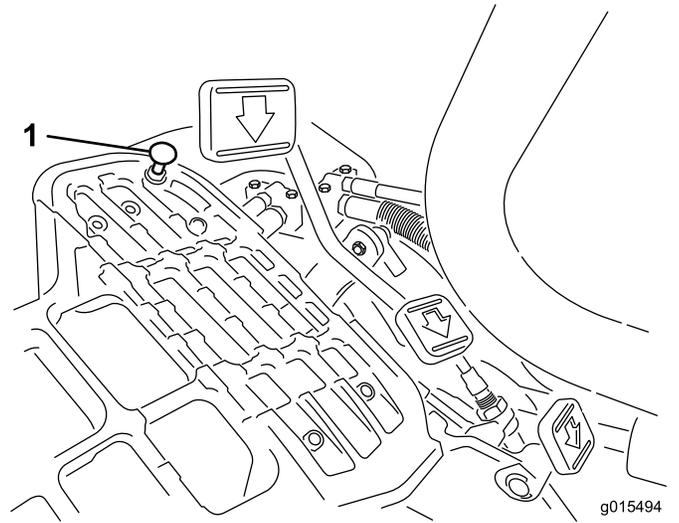

图52
向下踩驱动踏板。如果在拉线感到张紧力之前，踏板接触到限位器（图52），则需要进行调整：
1. 松开将踏板限位器固定到底板上的凸缘头锁紧螺母（图52）。